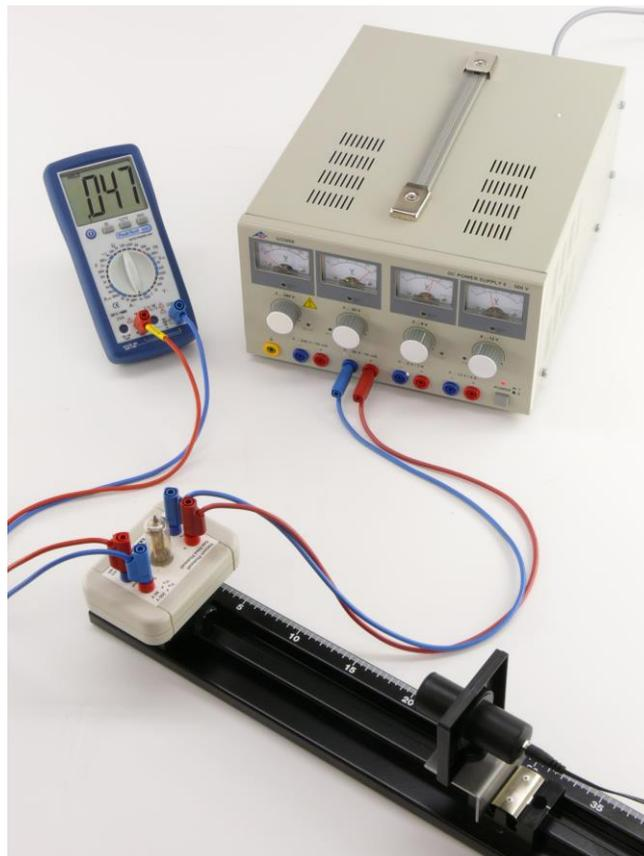

Fig. 2 Struttura sperimentale per la dimostrazione dell'effetto fotoelettrico
- Montare la cellula fotoelettrica sullo stativo o sul banco ottico (fig. 2).